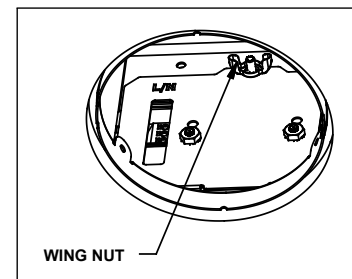

Figure 11
Step 5. Remove wing nut from driver plate to remove driver plate from fixture (Fig. 11). Pull driver plate out while slightly lifting to release lower mounting feet. Once free, pull plate towards fixture opening and rotate plate 90° so it will fit through fixture opening. Driver plate rubbing against fire barrier is acceptable.
Paso 5. Retire la tuerca de mariposa de la placa del controlador para retirar el controlador del artefacto (Fig. 11). Tire de la placa del controlador hacia fuera mientras la levanta ligeramente para liberar los pies de montaje inferiores. Una vez libre, tire de la placa hacia la abertura del artefacto y gire la placa 90° para que pase por la abertura del artefacto. El roce de la placa del controlador contra la barrera contra incendios es aceptable.